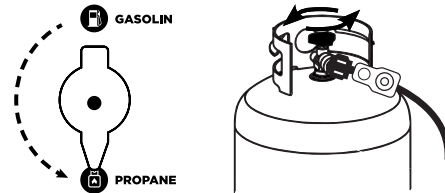

Figura 10 - Selector de combustible - PROPANO
- b. Gire la perilla del selector de combustible a PROPANO (vea la Figura 10).